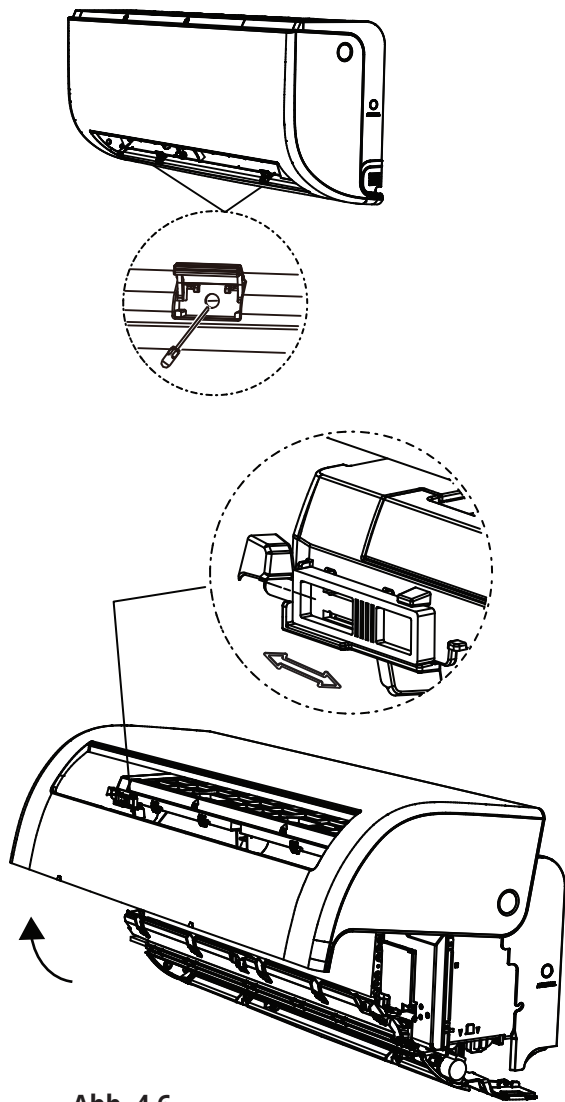

Abb. 4.6
2. Frontblende öffnen und Position anpassen. Als erstes, lösen Sie die beiden Schrauben, die in folgender Abbildung gezeigt werden, öffnen Sie dann die Frontblende und passen Sie die Position der Frontblende an, damit diese einrastet (siehe Abb. 4.6).